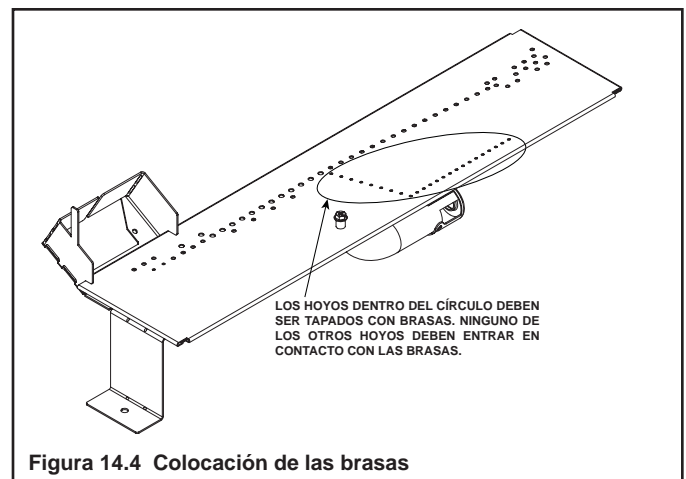

Figura 14.4 Colocación de las brasas
- Las brasas NO deben ser colocadas sobre los hoyos del quemador. En la Figura 14.4 se explica la única excepción a esta regla. Tenga cuidado de no obstaculizar el trayecto de encendido de los hoyos (de atrás hacia adelante).
- Ciertos hoyos del quemador deben ser tapados con las brasas. Consulte la Figura 14.4 para más detalles.